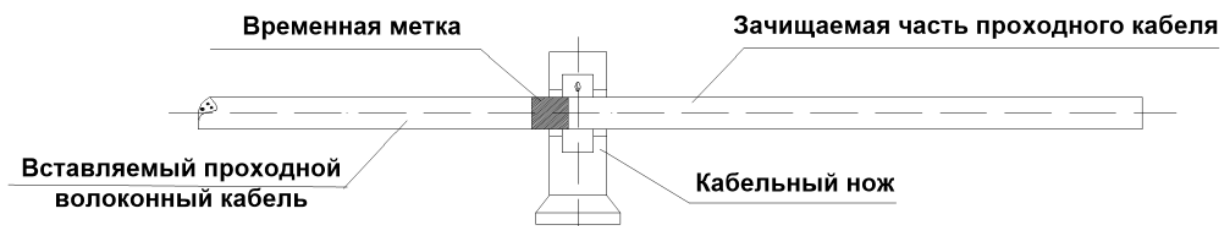

Рисунок 3.3 - Зачистка защитных оболочек кабеля
- Удалите защитные оболочки волоконного кабеля до отмерянной метки с помощью специального кабельного ножа. Вскрытие защитных модулей с оптическим волокном производится стриппером. Для определения длины зачищаемых участков следуйте указаниям рисунка 3.2. В некоторых ситуациях, длина, на которую производится зачистка, может быть самостоятельно определена согласно дополнительным требованиям по монтажу (рисунок 3.3).